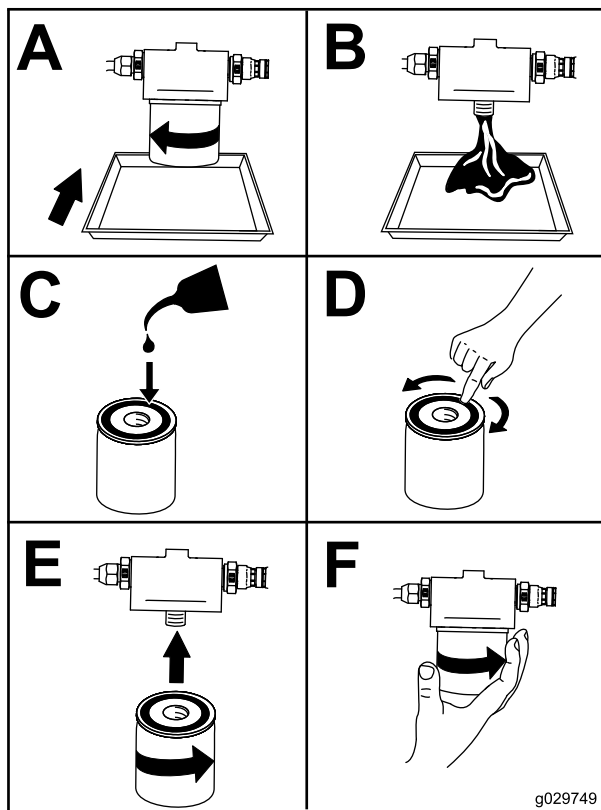

Figura 47
7. Cambiate il filtro dell'olio (Figura 47).